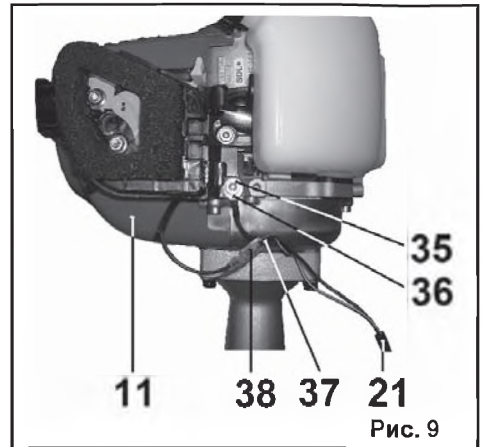

Рис. 9
7.4.2. Контакты провода (21) подключите к контактам двигателя (11). Для этого выкрутите винт (35), установите контакт «масса» (36) и закрутите винт (35) в корпус двигателя (11) (Рис. 9).
7.4.3. Контакт (37) вставьте в электрический разъем (38) двигателя (11) (Рис. 9).